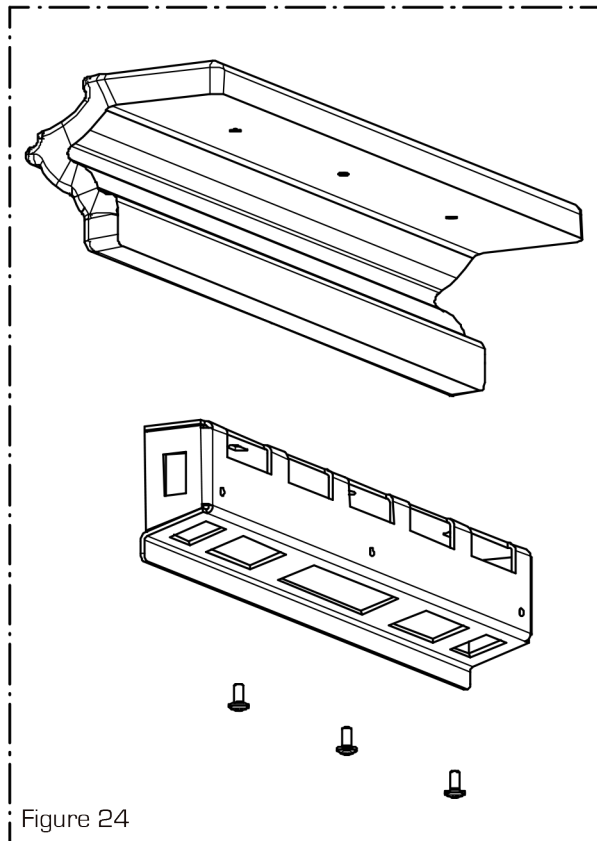

Figure 24
- Désolidariser la céramique L de son support. Conserver les vis (Figure 24)